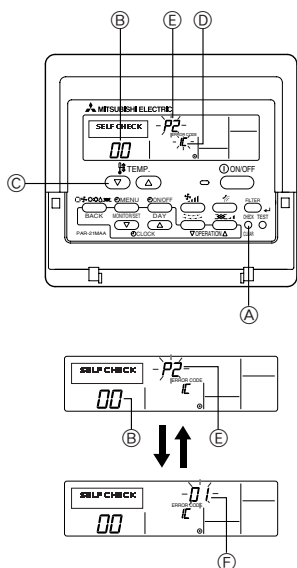

Fig. 7-2
7.3. Αυτόματος έλεγχος (Fig. 7-2)